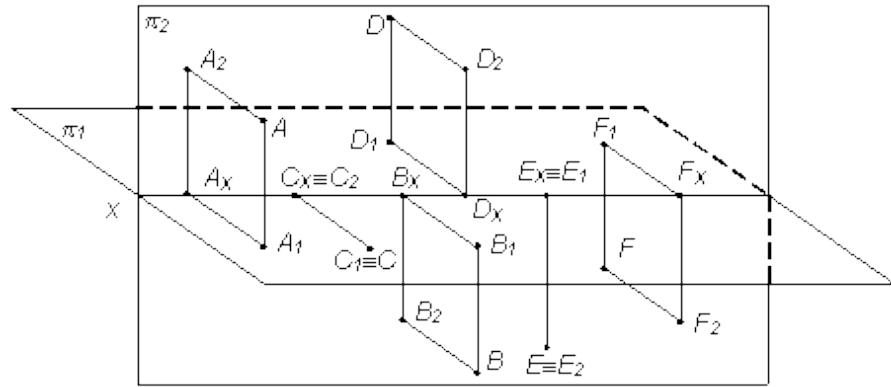

Рис. 4
3. Какая из точек A; B; C; D; E; F находится во второй четверти (рис. 4)?